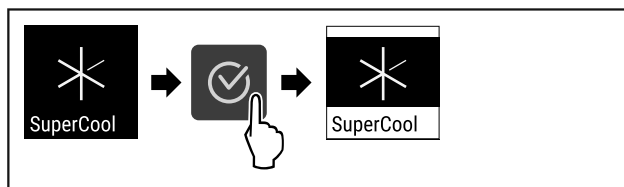

Fig. 90
- ▶ Vykonať kroky akcie (pozri Fig. 90).